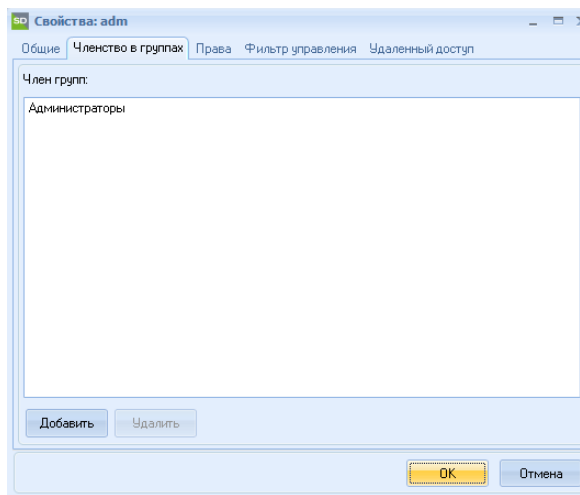

Рисунок 3.13 – Окно «Свойства пользователя», закладка «Членство в группах»
2) На закладке «Членство в группах» можно дать пользователю членство в нужных группах (рисунок 3.13), при этом он будет наследовать все права, приписанные данной группе. В списке отображаются группы, членом которых является пользователь.